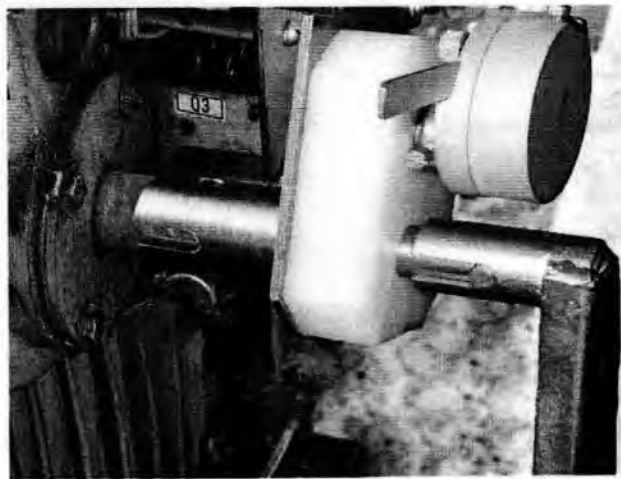

Рис.11.6. Датчик ДП21 на валу привода устройства РПН
- ж) при совпадении указанных в пункте е) диаметров установить УС-1 с закрепленным на нём датчиком на вал привода устройства РПН (рис.11.6);